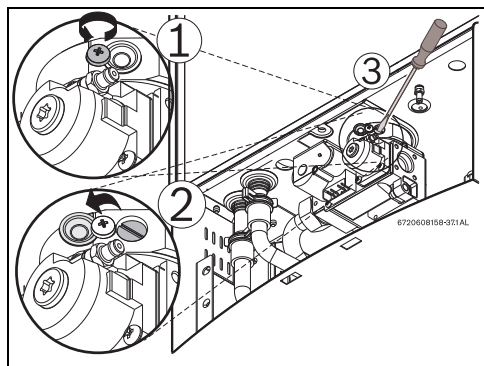

Рис. 52 Регулировка уровня P1 CO₂
- ▶ Ослабьте желтый окрашенный винт с крестообразной головкой (Рис. 52, поз. 1), и крышка должна откинуться вниз (Рис. 52, поз. 2), открывая утопленный латунный шлицевой винт (Рис. 52, поз. 3).
- ▶ Снимите желтую окрашенную крышку винта #40 с крестообразной головкой с передней панели газового крана, Рис. 52. Откроется винт #40 с крестообразной головкой.
- Верните крышку шлицевого винта в исходное положение и затяните винт с крестообразной головкой, Рис. 52 .